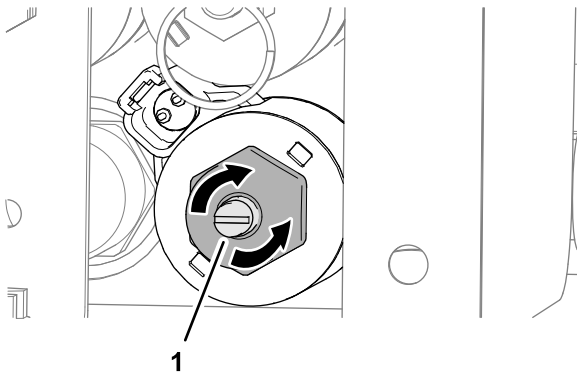

Figura 37
1. Rode o parafuso de cabeça sextavada da sobreposição da válvula no sentido dos ponteiros do relógio para aumentar a velocidade de deslocação (Figura 37).